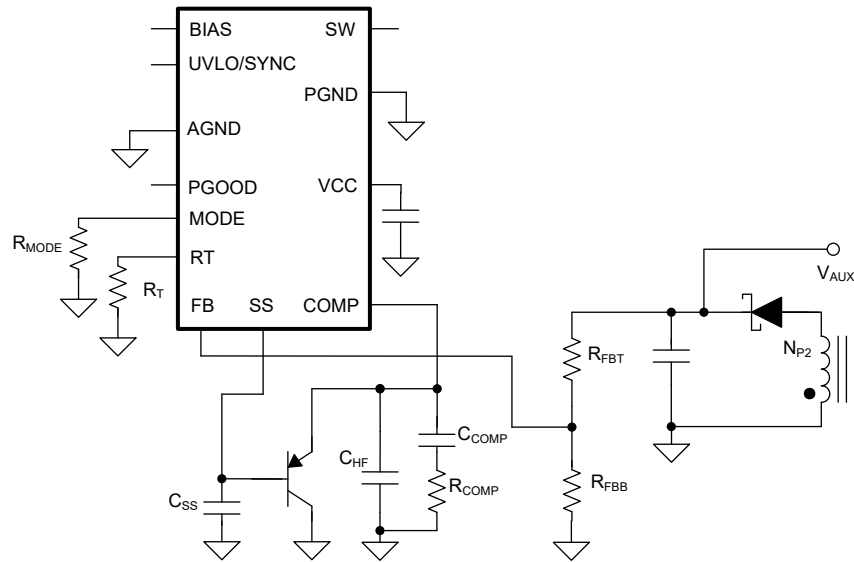

图 4-1. 软启动引脚与 COMP 引脚之间的 PNP 双极晶体管
- 软启动引脚和 COMP 引脚之间的 PNP 双极晶体管，如 图 4-1 所示